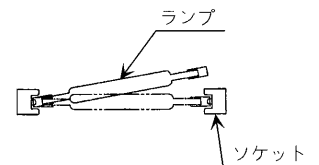

図 5
- ランプの取り付け及び交換の際は、必ず電源を切り開閉金具を開放し前面ガラスを開け図5のようにランプの先端をソケットの中に押し込みもう一方のソケットを手で押しランプ先端を合わせ確実に取り付けてください。(取り付け後ランプを一回転させソケットの接点についていることを確認してください。)